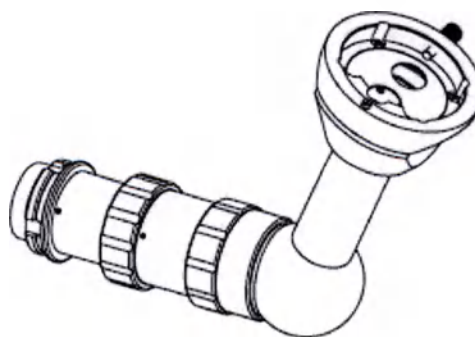

Рис. 25
13.4 Мост наблюдения для ассистента с наклонной головкой (рис. 25)